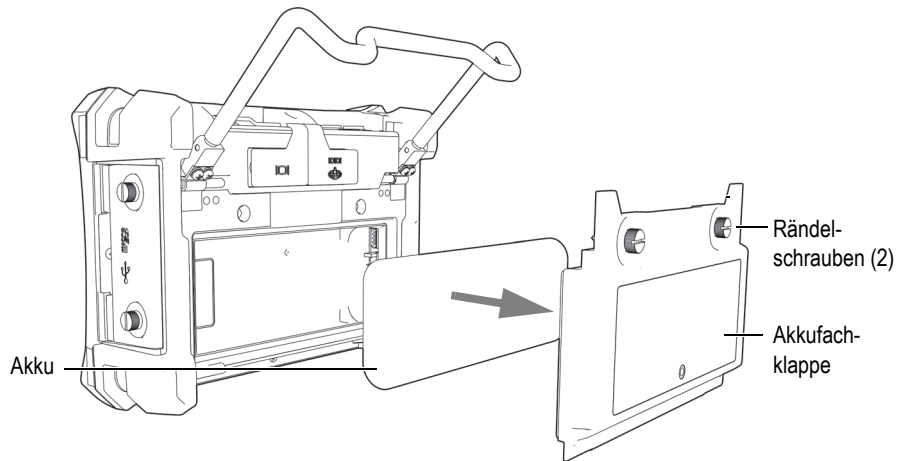

Abbildung 1-11 Akkufachklappe und des Akkus entfernen
3. Nehmen Sie gegebenenfalls den eingesetzten Lithium-Ionen-Akku heraus, (siehe Abbildung 1-11 auf Seite 37).